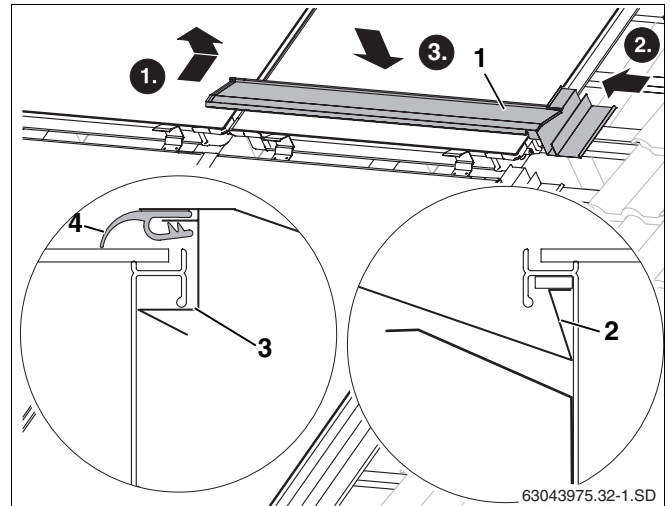

Fig. 52 Colocar la primera chapa protectora central
- ▶ Sitúe el canto de la chapa protectora (fig. 52, **pos. 2**) en la empuñadura del marco del colector.
- ▶ Introduzca la chapa protectora (fig. 52, **pos. 1**) hacia el colector, en la chapa protectora lateral derecha.
- ▶ Haciendo presión en la parte superior de la chapa protectora, encaja por debajo de la empuñadura del marco del colector (fig. 52, **pos. 3**).
- ▶ Coloque la tira de goma del colector de escape (fig. 52, **pos. 4**) en la parte superior del mismo y tire de ella hacia adelante.